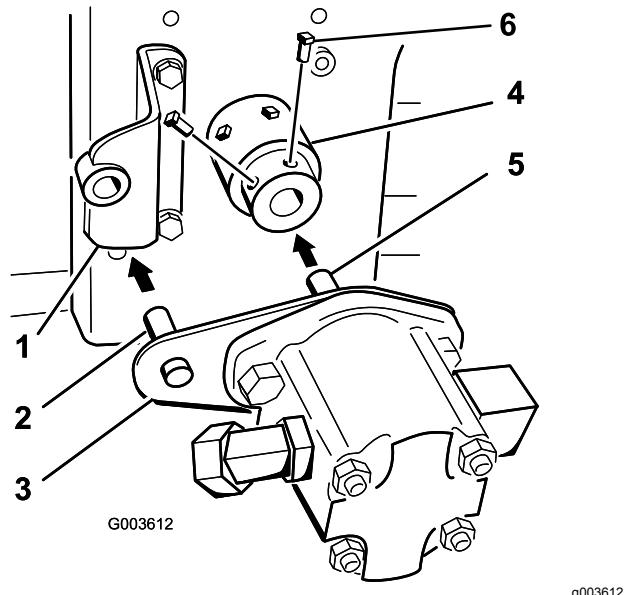

**Рисунок 20**
- Вставьте квадратную шпонку (1/4 x 1 дюйм) в паз вала механизма отбора мощности двигателя (Рисунок 20).
- Совместите ступицу в сборе с квадратной шпонкой и установите ее на вал механизма отбора мощности двигателя (Рисунок 20).
- Нанесите стопорящий состав для резьбы, допускающий снятие, на 2 установочных винта (5/16 x 3/4 дюйма) и вставьте их в ступицу в сборе для закрепления на валу механизма отбора мощности (Рисунок 20).